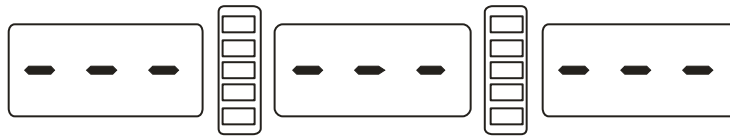

Bild 17-1
- 17.2.4 Om displayen efter maskinstarten ser ut som i Bild 17-1, bör man utföra självkalibrering av mätanordningarna eller eventuellt justera givarna eller byta ut dem.